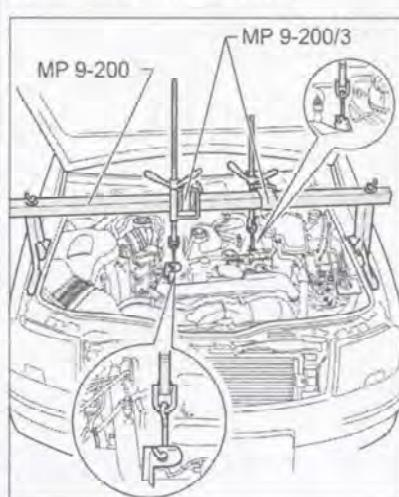

Рис. 7.338. Установите стойку для вывешивания двигателя MP 9-200 с консолями MP 9-200/3.
3. Установите стойку для вывешивания двигателя MP 9-200 с консолями MP 9-200/3 (рис. 7.338).